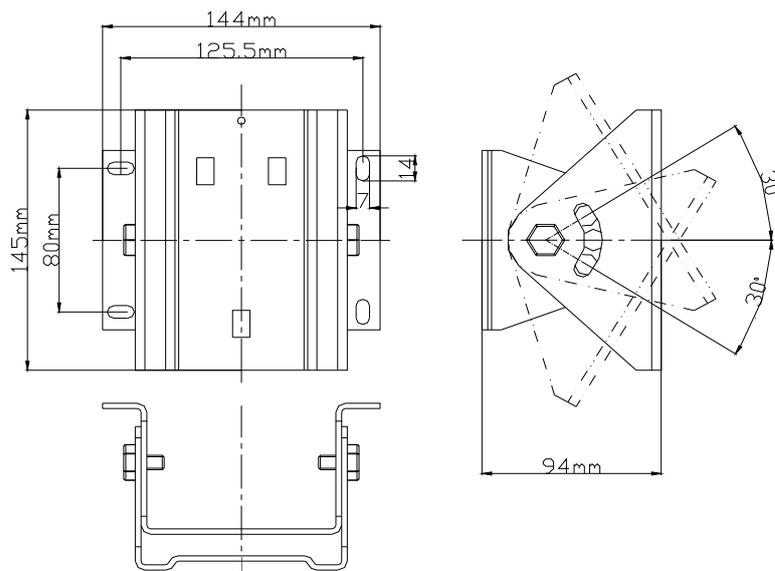

图 1-79
- 用 M5 的螺钉将探测器固定在调节架上，调节架可沿轴心转动  $60^\circ$  调节架示意图如图 1-79 所示：